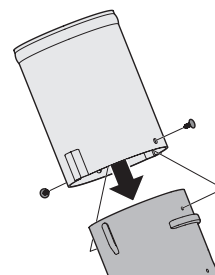

Figura 25
- Instale la extensión del tubo del vertedero en el codo del vertedero alineando las lengüetas y deslizando el adaptador sobre el codo del vertedero. Asegure el adaptador del vertedero instalando las dos abrazaderas de trinquete (726-3046) incluidas en el paquete de herrajes 689-02201 en los orificios provistos. Ver Figura 25.